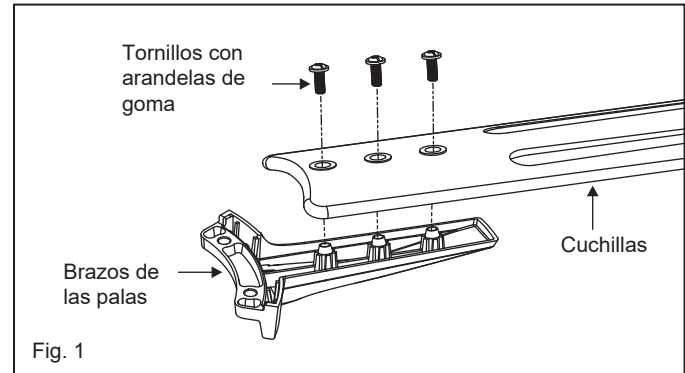

Fig. 1
- 1 Fije las aspas y los brazos de las aspas utilizando los tres tornillos de fijación de las aspas. Inserte un tornillo de fijación a través del brazo del aspa, pero no lo apriete. Repita el proceso con los dos tornillos restantes. (Fig. 1)
- 1 Retire uno de los tres tornillos del cubo de montaje situado en el motor del ventilador. Afloje los otros dos tornillos. (No los retire). (Fig. 1)